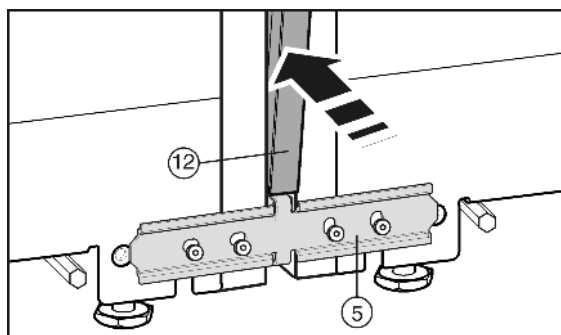

Fig. 9
Voor het aanbrengen van de afdeklijst *Fig. 9 (12)* de beide randen over de gehele lengte samendrukken. De lijst kan dan makkelijker in de spleet worden geschoven. Om de lijst erin te drukken een zachte doek gebruiken, om deuken in het oppervlak van de afdeklijst te vermijden. De lijst zorgvuldig en recht in de spleet drukken om ervoor te zorgen dat de lijst mooi aansluit.
- ▶ Aan de voorkant de lange afdeklijst *Fig. 9 (12)* in de verticale spleet drukken. Let erop, dat de lijst op de verbindingstrip *Fig. 9 (5)* ligt.